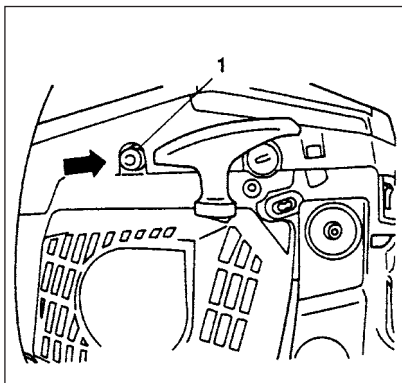

Рис. 2-2B
* Нажать декомпрессионный клапан (1) (Если он имеется. Этот клапан возвращается при запуске двигателя). (Рис. 2-2B)